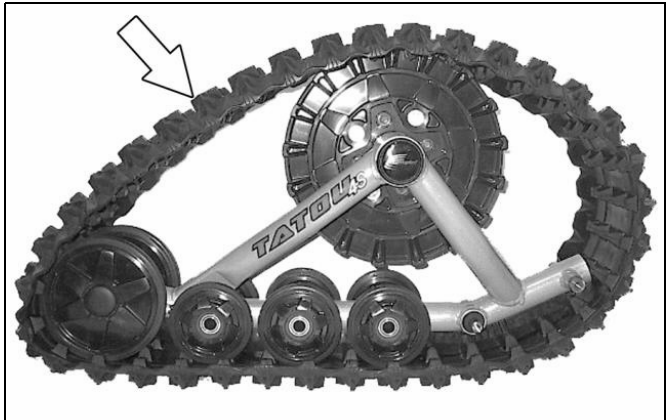

Figura 17
- Installare il cingolo in gomma (vedere Figura 17).